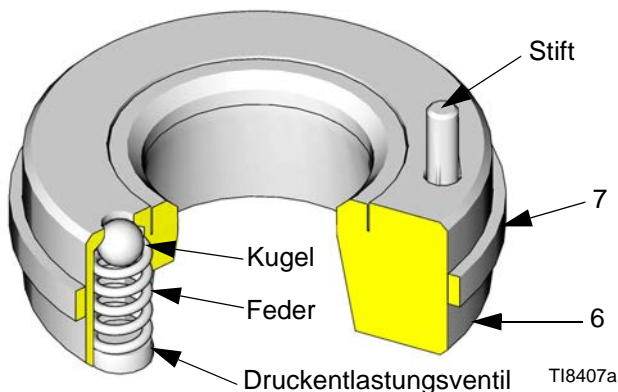

ABB. 3. Einlasssitz mit Druckentlastungsventil
13. Rohre (3) und Zylinder (1) entfernen. Kolbensatz aus dem Zylinder ziehen. Oberfläche der Kolbenstange (17) und Innenflächen von Zylinder und Rohren kontrollieren. Verschlissene oder beschädigte Teile ersetzen.
14. Einlassverteiler (18) aus dem Schraubstock nehmen.
15. Die vier Hutschrauben (9) und Dichtungsringe (8) vom Einlassverteiler (18) entfernen.
HINWEIS: Ein Einlasssitz (6) besitzt ein Druckentlastungsventil (V). Siehe ABB. 3. Dieser Sitz muss sich genau an der dargestellten Stelle befinden (die linke Seite wie in ABB. 4 dargestellt). Den eingegossenen Text im Einlassgehäuse als Hinweis verwenden.
16. Kugeln (5), Einlasssitze (6 und 33) und Dichtungen (7) entfernen.
Darauf achten, dass Kugeln (5) oder Sitze (6 und 33) nicht hinunterfallen. Eine beschädigte Kugel oder ein beschädigter Sitz besitzt eine verringerte Dichtungswirkung und verursacht dadurch Leckagen der Pumpe. Einer der Einlasssitze (33) kann umgedreht werden, wodurch sich die Verwendungsdauer des Sitzes erhöht. Materialeinlasssitz (6) enthält ein Druckentlastungsventil und kann nicht umgedreht werden. Siehe ABB. 3 für korrekte Ausrichtung.
17. Druckentlastungsventil im Sitz (6) auf Verstopfungen überprüfen. Ventilkugel nach unten drücken, um zu überprüfen, ob sich Kugel und Feder frei bewegen können. Siehe ABB. 3.